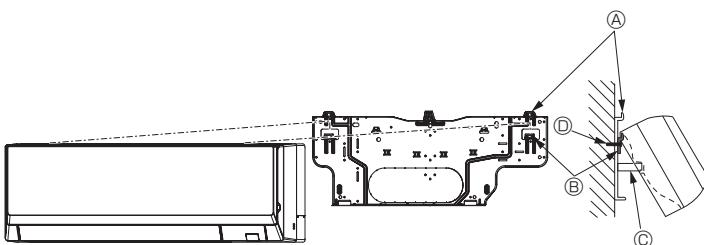

Fig. 3-26
- Si la unidad interior no puede colgarse y levantarse con el gancho normal (las dimensiones de 2.1. ② (el espacio entre el techo y la unidad) son como máximo de 75 mm, 2-61/64 pulg.), cuelgue la unidad en el gancho inferior. (Fig. 3-26)
##### (Fig. 3-26)